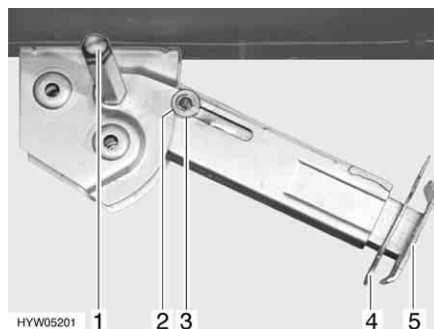

Fig. 28 Piedino di stazionamento
- Inserire la chiave a tubo nell'esagonale (Fig. 28,1) e ruotare fino a quando il piedino di stazionamento non si trova in posizione verticale verso il basso.
- Estrarre la copiglia (Fig. 28,4) dal prolungamento dell'estremità del piedino (Fig. 28,5).
- Inserire la chiave a tubo nell'esagonale (Fig. 28,1) e ruotare fino a quando il piedino di stazionamento non si stacca dal terreno.
- Spingere completamente all'interno il prolungamento dell'estremità del piedino (Fig. 28,5) e inserire la copiglia (Fig. 28,4) nel foro apposito.
- Ruotare la chiave a tubo nell'esagonale (Fig. 28,1), fino a quando il piedino di stazionamento non è sollevato verso l'alto e la guida (Fig. 28,3) è rientrata totalmente nell'intaglio (Fig. 28,2).